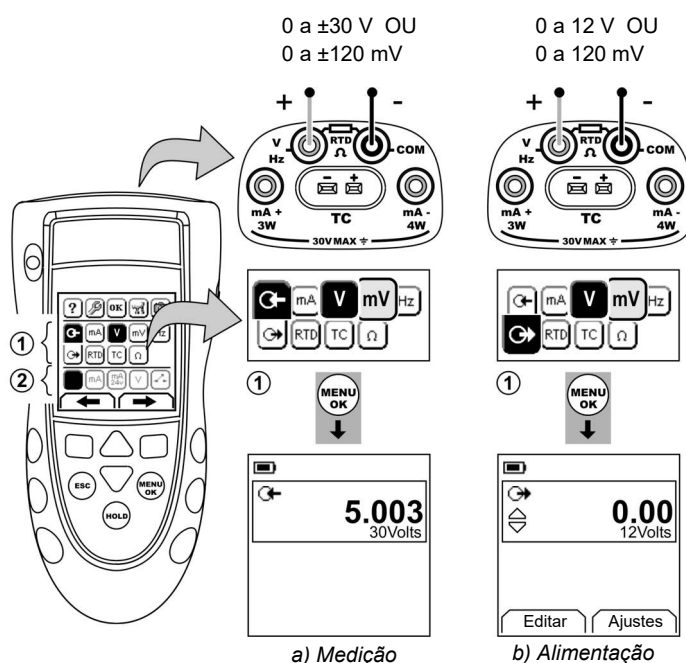

Figura 4: Exemplo de configuração: para medir/alimentar em Volts ou mV (área ①)
1. Conecte o instrumento (Figura 4/5) e, se necessário, ajuste a Configuração (Tabela 1).